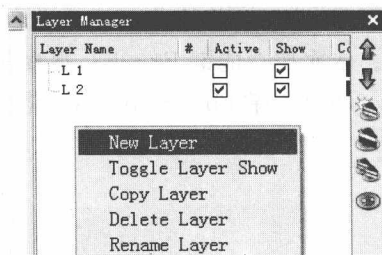

图 1.6
(3) 右击层管理器, 选择 New Layer, 如图 1.6 所示, 新建一个名为 L2 的图层。并且选中 Active 项, 将 L2 图层设置为当前层(活动层), 此后操作命令生成的新的点云、曲线、曲面等实体, 均将位于这一层上。